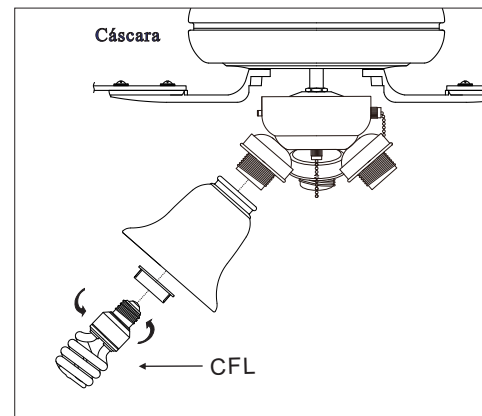

Figura 19
4. Para instalar la pantalla de vidrio del juego de lámpara, afloje el anillo en el juego de lámpara e instale la pantalla de vidrio del aparato de lámpara. Fíjelo con el anillo previamente removido. (Figura 19)